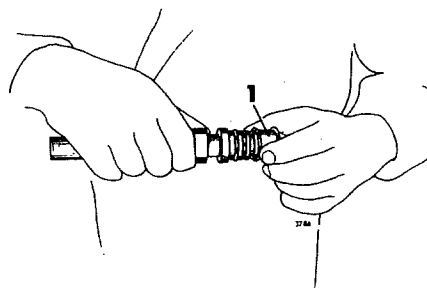

Fig 14-57. Montering av O-ringar
1. Montera nya O-ringar på ventilsliden, se fig 14-57.